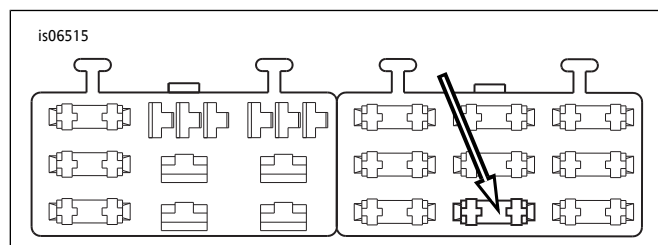

图6。“未使用的”保险丝盒空腔（2004年款及之后的戴纳车型）
4. 参见图6。找到电气匣上标有“OPEN”的保险丝空腔(1)。此空腔中仅有一端有一个端子。从背面将橙色/白色适配线上的端子插入空腔的开口端,直到其停止。参照附近的工厂安装接线端进行对比,检查确认朝向和深度是否正确。